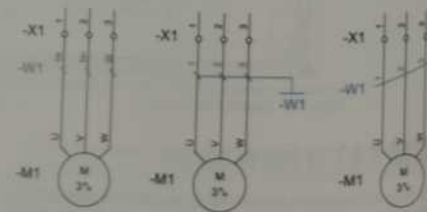

Figura 8.32. Ejemplos de representación de mangueras.
Las mangueras se identifican con la letra W seguida de un número de orden y junto a ella se indican los cables. Gráficamente, se pueden representar de varias maneras (Figura 8.32).
En la Figura 8.32 se han representado las diferentes formas de señalar una manguera. En este ejemplo se ha conectado un motor trifásico (MI) a un bornero (X1) me-